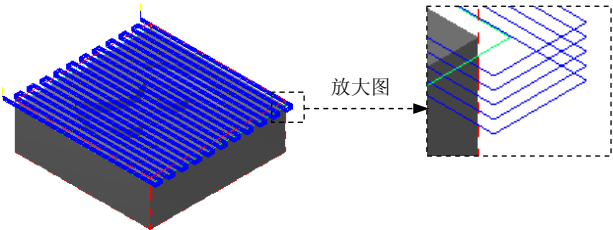

图 22.9 刀具路径
Step11. 单击“2D 刀具路径 – 平面铣削”对话框中的  按钮，完成加工参数的设置，此时系统将自动生成图 22.9 所示的刀具路径。